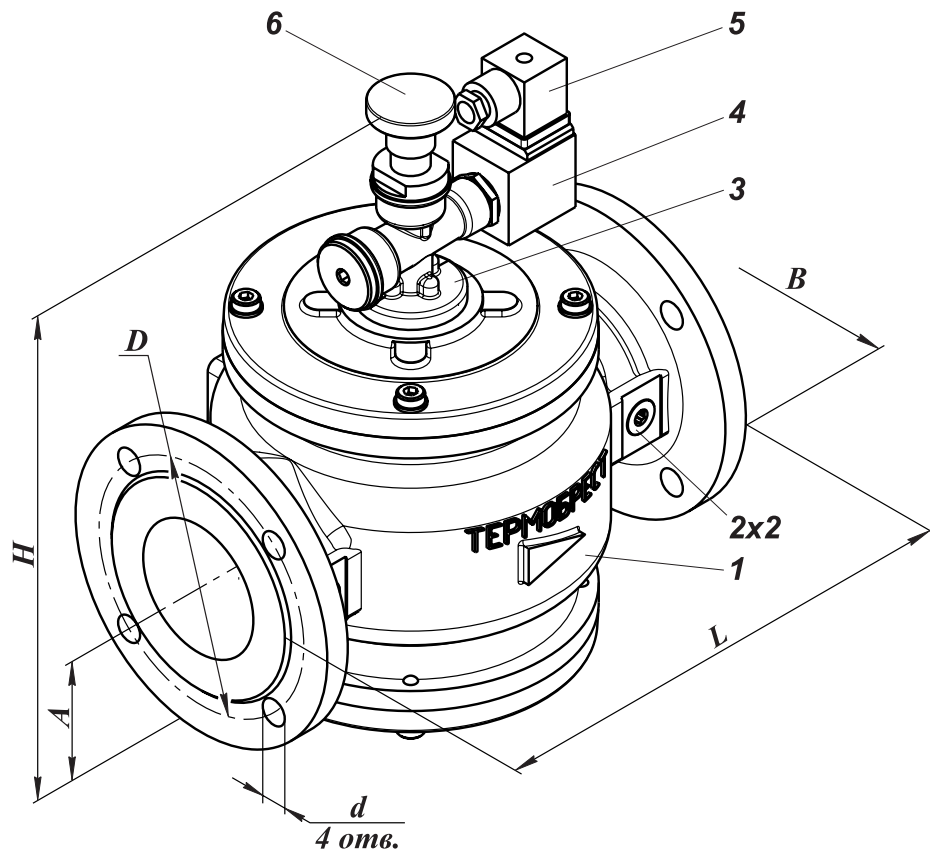

Рис. 1
2.1 Клапан (см. рис. 1) состоит из следующих основных узлов и деталей:
4.3.2 Подвод электропитания к клапану осуществляется с помощью разъема 5, установленного на электромагнитную катушку 4 (рис. 1).
4.4.3 Для открытия клапана и фиксации его в открытом положении необходимо подать напряжение питания на электромагнитную катушку и поднять шток за рукоятку взвода 6 (рис. 1) вверх до упора. Если катушка обесточена, то открыть клапан невозможно (исполнение: с блокировкой открытия).